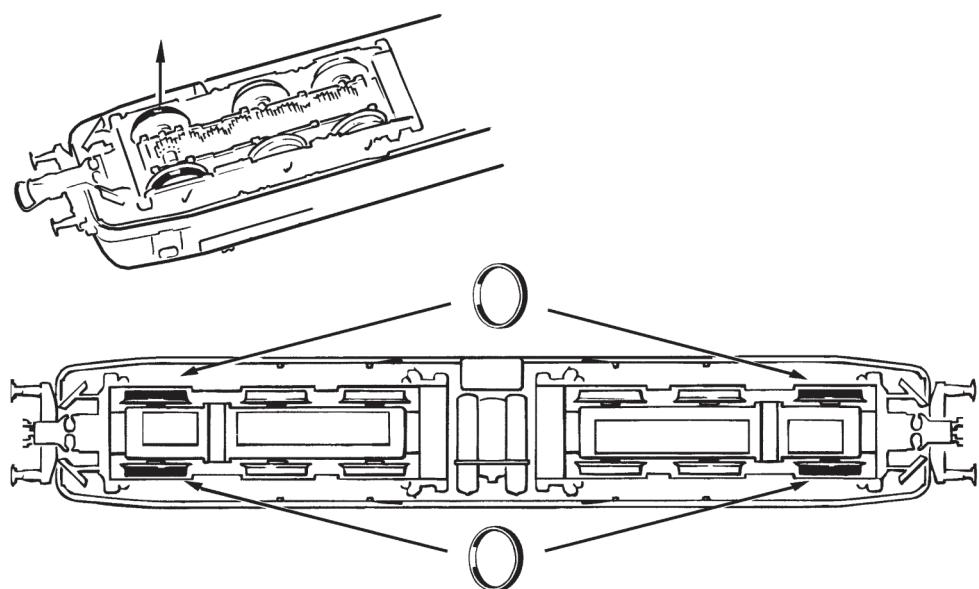

Fig. 10
1. Reinigung der Radstromkontakte: Radstromkontakte können auf unsauberer Schienen leicht verschmutzen. Entfernen Sie **vorsichtig** mit einem kleinen Pinsel **den Schmutz** an den in Fig. 10 gekennzeichneten Stellen.
1. Cleaning of wheel contacts: Wheel contacts easily get dirty on tracks which are not entirely clean. Use a small brush to **remove dirt** from spots marked in fig. 10.
1. Nettoyage des lames de courant aux roues: Les lames de contacts risquent de s'encaisser rapidement sur des voies poussiéreuses. Veuillez **enlever la poussière** aux endroits marqués à la fig. 10 à l'aide d'un petit pinceau souple.